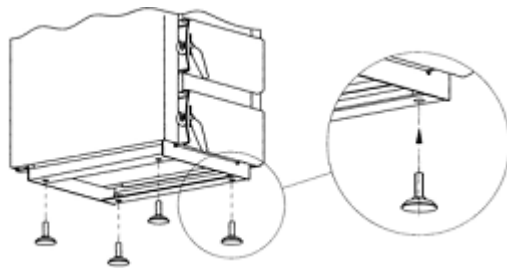

Рис. 7. Горизонтальне встановлення котла
- A. Котел разом з теплообмінником встановити на негорючій основі, використовуючи теплоізолюючу плиту більшу принаймні по 2 см на сторону від бази котла. Якщо котел розміщений у підвалі, радимо поставити його на підмурівок висотою 5-10 см. Для горизонтального розміщення котла служать 4 ніжки, які можна вкрутити в отвори в основі котла (Рис.7).